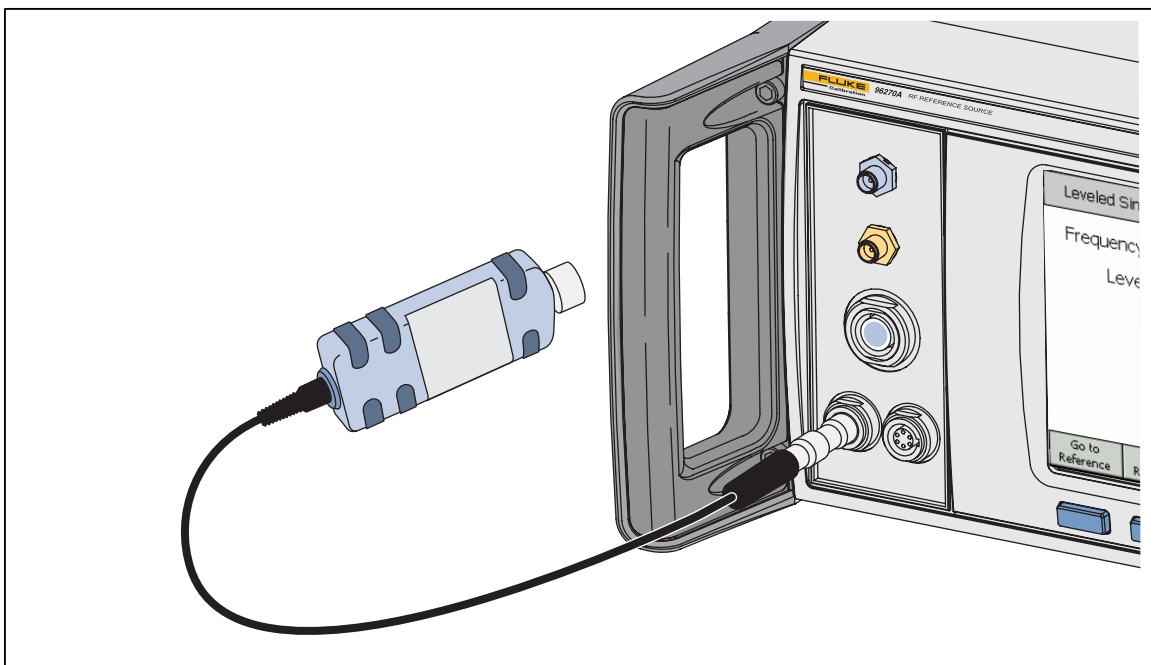

Figura 3-26. Conexión del sensor(es) de potencia (96270A)
2. Conecte el conector de varias vías en el conector del sensor apropiado 1 o 2 en el instrumento. Empuje firmemente el conector de varias vías hasta que encaje. Consulte la Figura 3-26.